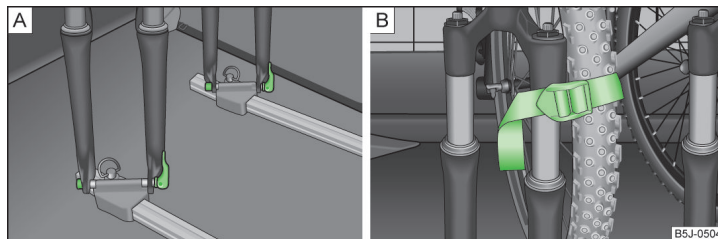

Fig. 75 Introducerea bicicletei / exemplu de fixare a roții față
- › Așezați furca roții bicicletei pe axul de fixare și strângeți-o cu elementul de fixare rapidă » fig. 75 - **A**.
- › Depozitați roata față demontată între brațul pedalei stângă și cadrul bicicletei, și fixați-o cu o curea pe furca față » fig. 75 - **B**, resp. pe un element de fixare.